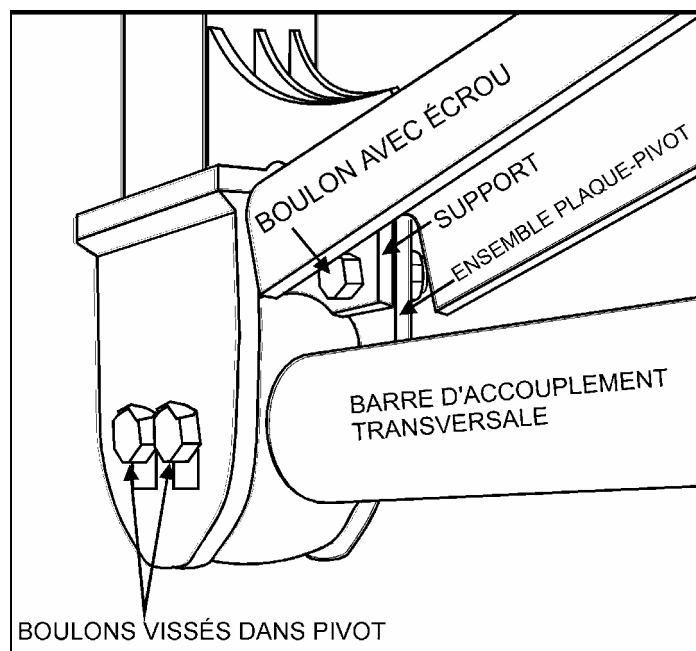

FIGURE 7
1. Identifier juste en dessous des renforts soudés précédemment, les deux boulons (avec écrous) retenant l'ensemble plaque-pivot de la barre d'accouplement transversale à son support (consulter la figure 7).